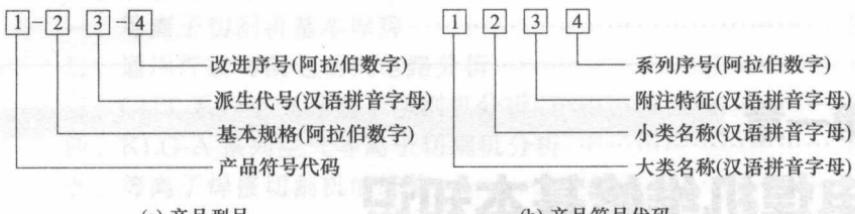

图 1-2 电焊机型号的编制排列秩序
(1) 电焊机型号的编制排列秩序见图 1-2。
(2) 特殊环境的代表字母见表 1-1。